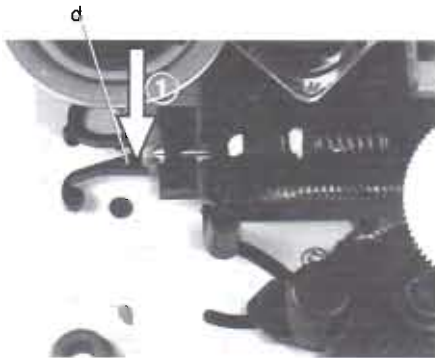

Fig. 10
- Sperre d vorsichtig in Pfeilrichtung ① drücken (Fig. 10).